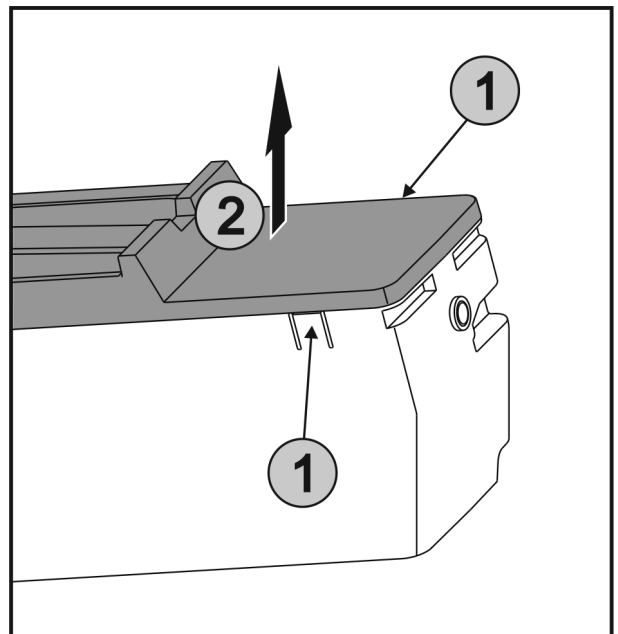

Fig. 56
► Appuyer simultanément sur les languettes Fig. 56 (1) des deux côtés de l'EasyTwist-Ice et retirer le couvercle Fig. 56 (2) vers le haut.